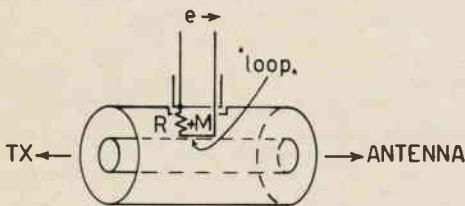
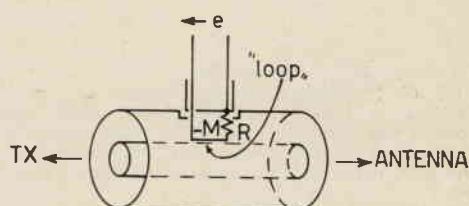

Figura 6
Figura 7
Inserendo il circuito di accoppiamento come in figura 6, la tensione « $e \rightarrow$ » a radiofrequenza è proporzionale alla tensione diretta all'antenna; ruotando l'accoppiamento stesso di  $180^\circ$  (e cioè il supporto che lo sostiene) la tensione « $\leftarrow e$ » è proporzionale alla tensione dell'onda riflessa (figura 7). Essendo poi il sistema a impedenza costante potremo conoscere, mediante opportuna taratura, il valore della potenza diretta, della potenza riflessa e quindi anche del rapporto onde stazionarie (11). Vediamo di dimostrare come in effetti un tale circuito si comporti come un accoppiatore direzionale.